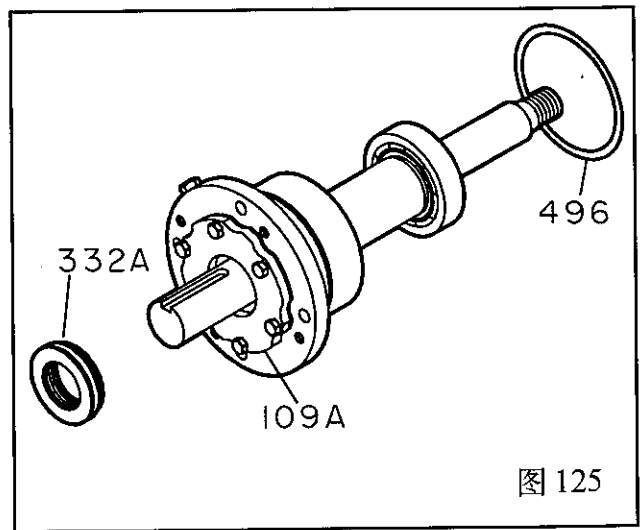

图 125
9. 安装新的 O 型圈 (496)。(图 125)
10. 将外侧的迷宫油封(332A)装进端盖(109A)内，它是一个镶嵌的 O 环，迷宫密封排放孔槽放置在底部 (6 点钟位置)(图 125)。